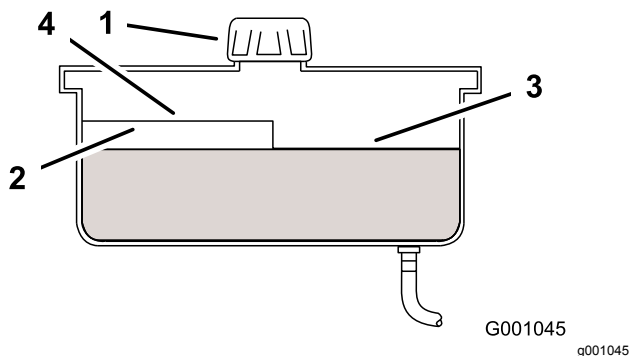

Рисунок 49
4. Очистите зону вокруг крышки и заливной горловины гидравлического бака (Рисунок 49).
5. Снимите крышку заливной горловины. Посмотрите внутрь, есть ли жидкость в баке (Рисунок 49).
Примечание: Когда жидкость прогрета, ее уровень должен находиться на отметке горячей рабочей жидкости на перегородке (Рисунок 49).